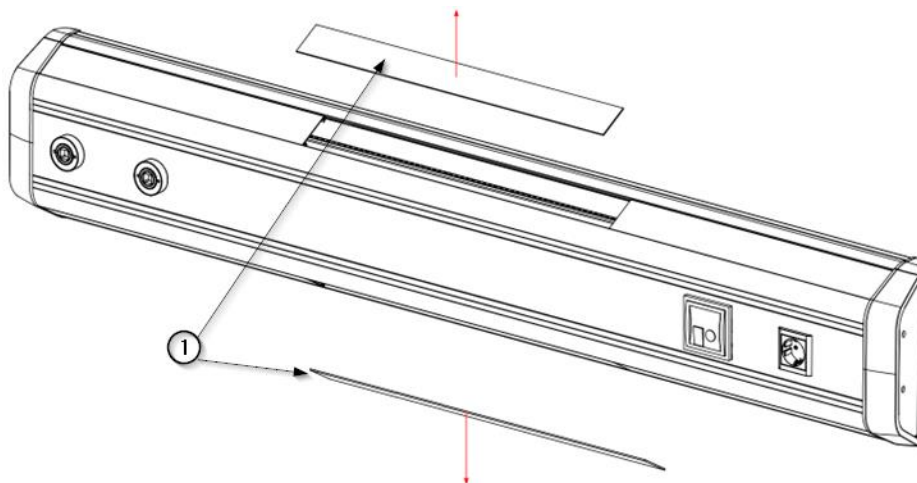

Fig.1 Retirada de difusores superior e inferior
- Retire los difusores de luz ① tal y como se muestra en la Fig. 1. Ayúdese con un destornillador de punta plana teniendo cuidado de no arañar la pintura de las tapas laterales.